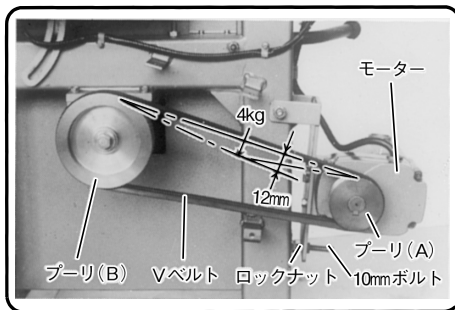

図 41
(2) 付属の両口スパナ(17×19)でロックナットをゆるめ、10mmボルトを回して図41のようなVベルトの張りになるよう調整します。
(3) 調整後は必ずロックナットでしっかり10mmボルトを締めつけてください。